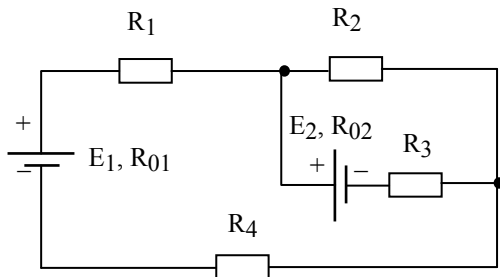

Рис.1.4.6
1.4.6. Используя метод эквивалентного генератора, определить ток в ветви с сопротивлением  $R_3$  (рисунок 1.4.6), если  $E_1=60$  В,  $R_1=4$  Ом,  $E_2=4$  В,  $R_2=12$  Ом.